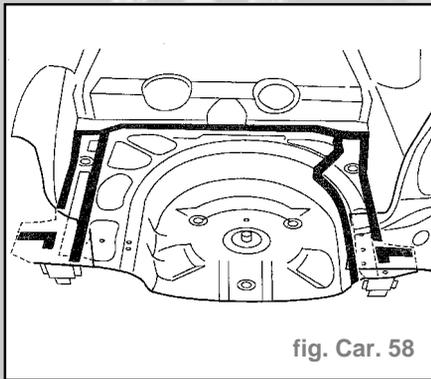

fig. Car. 58
- Dégrafer l'accostage d'origine (fig. Car. 58).